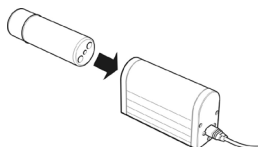

Fig. 12
3. Coloque la batería en el cargador (ver fig. 12). La batería se sostiene por una fuerza magnética y se alineará de manera automática en el cargador.